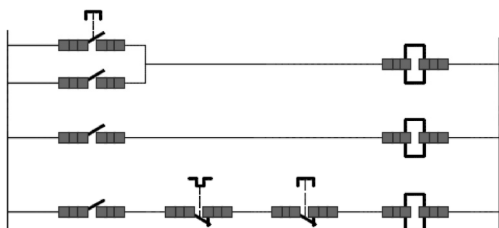

图 12-80 选择要操作的图线
10) 更改指定图线的特性。选择图 12-80 所示的 18 条短图线，接着从功能区“默认”选项卡的“图层”面板的“图层”下拉列表框中选择“细实线”，接着将鼠标指针置于图形窗口中，按〈Esc〉键退出特性设置。此时图形效果如图 12-81 所示。